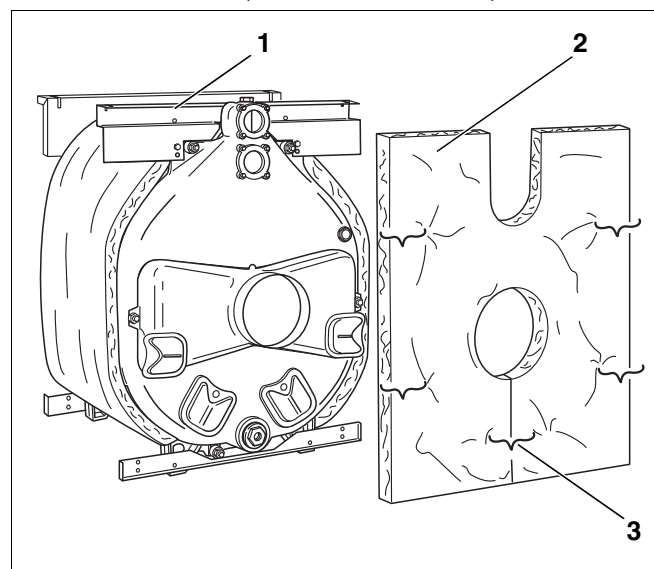

Fig. 33 Montage – Isolation thermique élément arrière
- Glisser l'isolation thermique de l'élément arrière (fig. 33, [2]) sur la buse des fumées. La découpe pour le retour et le départ chaudière doit être dirigée vers le haut.
- Accrocher le matelas isolant de l'élément arrière avec deux ressorts de tension sur la traverse supérieure arrière (fig. 33, [1]).
- Fermer la fente sous la buse des fumées avec des ressorts de tension (fig. 33, [3]).
- Desserrer les ressorts de tension sous la buse des fumées (voir fig. 33 page 25).